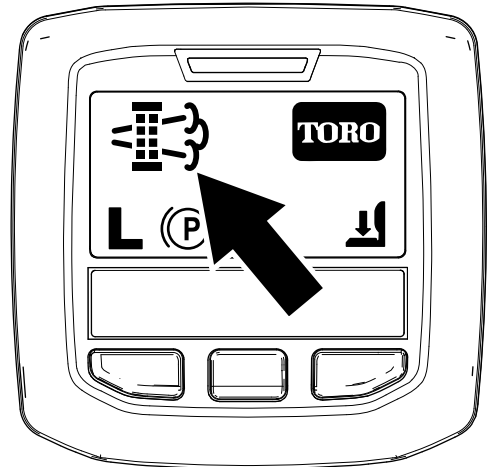

図 51
- 駐車再生やリカバリ再生が必要になると、インフォセンターに再生要求アイコン 図 51 が表示されます。